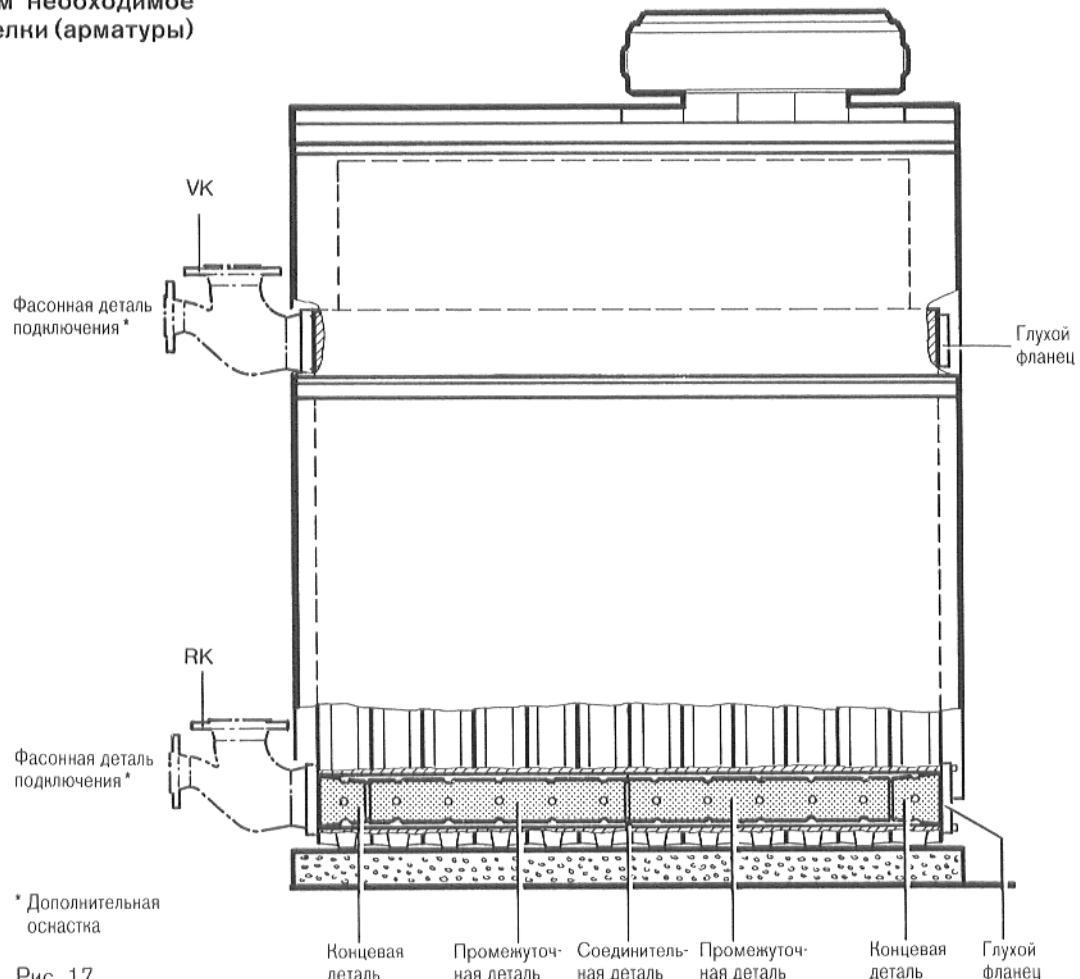

Рис. 17
**Подводящая линия и возвратная линия отопления должны всегда подключаться на одной стороне (рис. 17).**
4. Насадить вторую концевую деталь (поз. 1) на противоположной стороне котла у нижней ступицы котла на промежуточную деталь (поз. 2, 3 или 4) (рис. 17).
5. Насадить и привинтить глухой фланец с уплотнением на нижнюю ступицу котла (рис. 17).